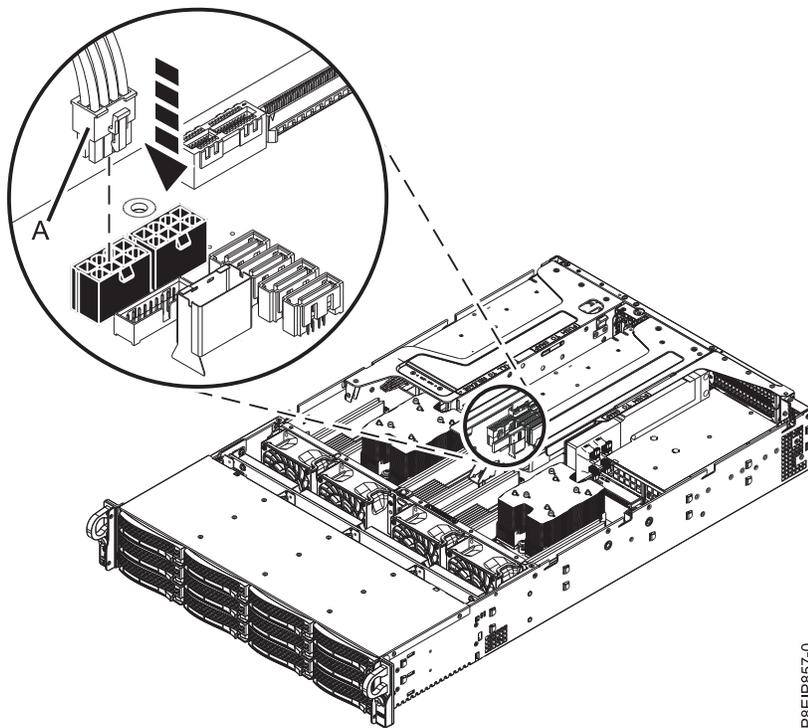

Abbildung 57. Netzkabel des Grafikprozessors anschließen
- d. Wenn sich an Position 5 ein Grafikprozessor befindet, schließen Sie das Netzkabel des Grafikprozessors (**A**) an die Systemrückwandplatine an (siehe Abb. 57).